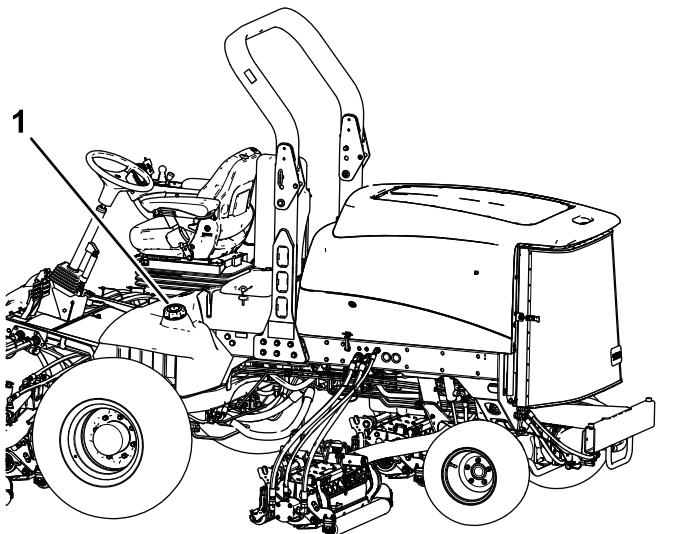

Figura 34
- Togliete il tappo dal serbatoio carburante (Figura 34).